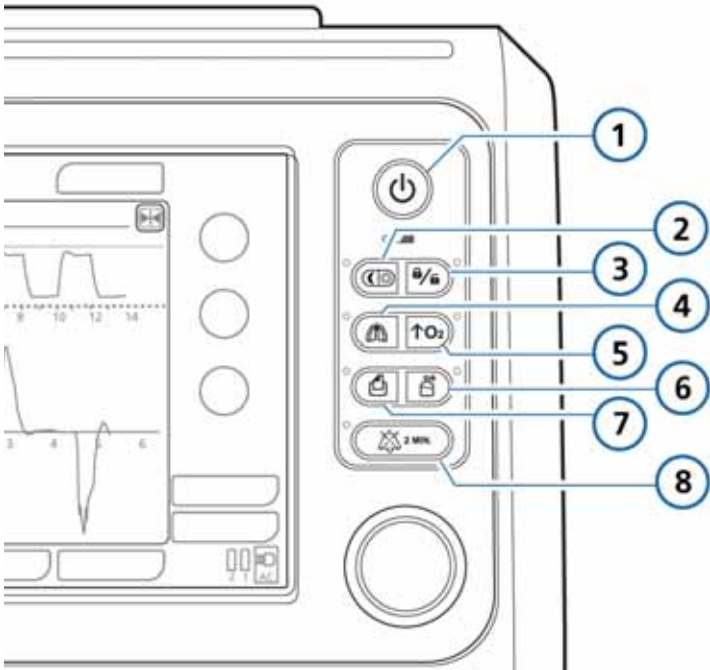

図 9-1. 特殊機能のキー
- ▶ 呼気相で**マニュアル換気キー**（図 9-1）を押して離します。